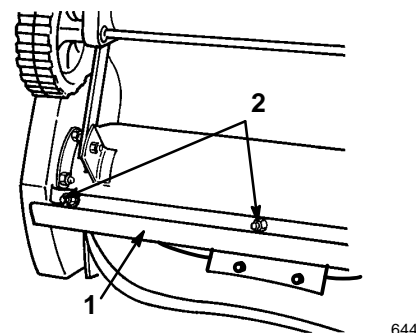

Figure 19
4. Retirer les 3 boulons de carrossier et écrous de fixation de la lame racleuse (Fig. 19).